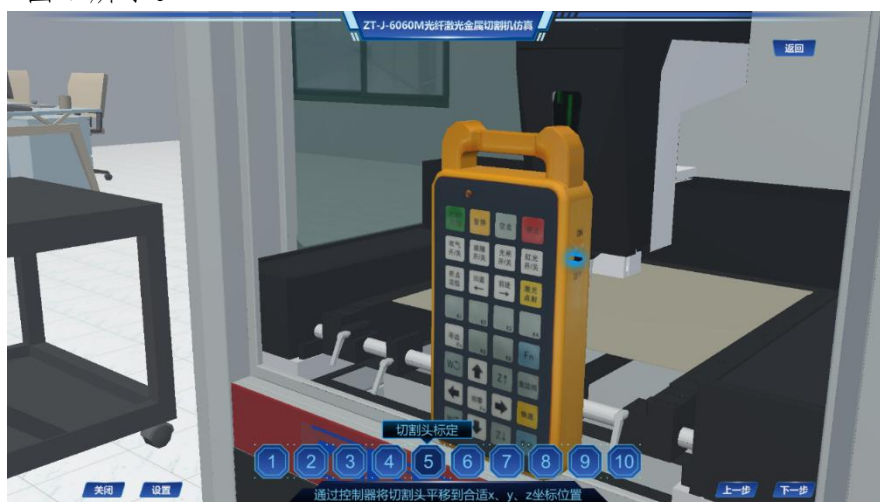

图 7 控制器操作示意图
(7) 第七步：切割头标定阶段。通过控制器将切割头平移到合适 x 、 y 、 z 坐标值，如图 7 所示。